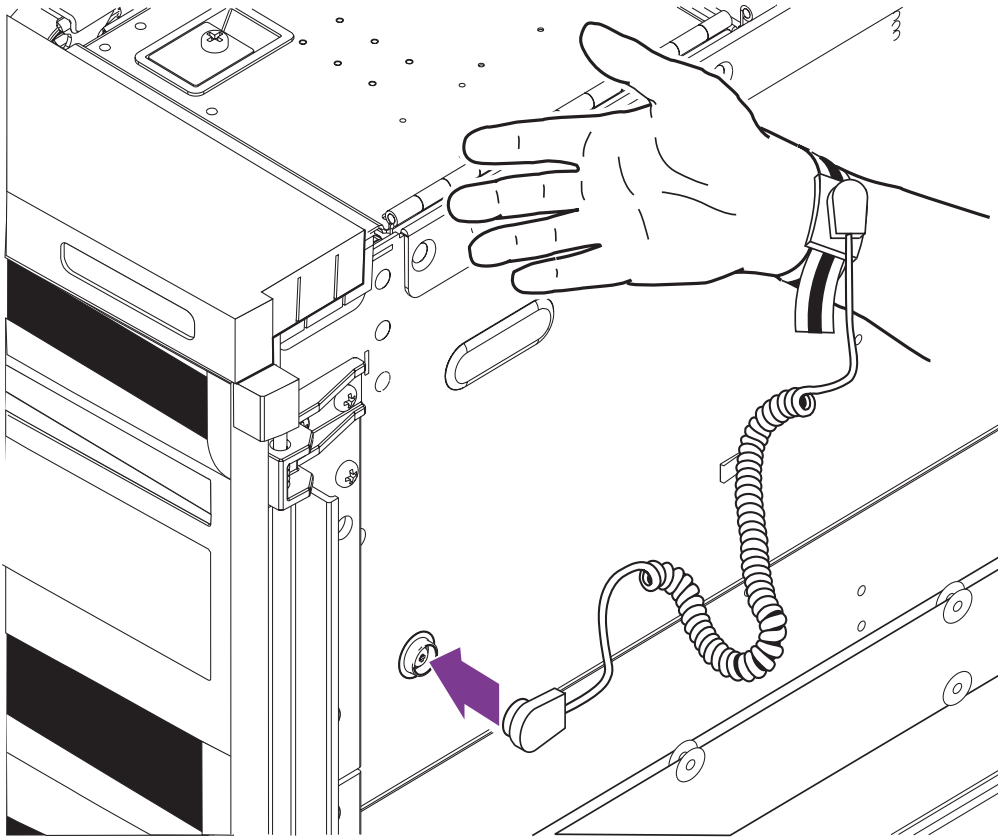
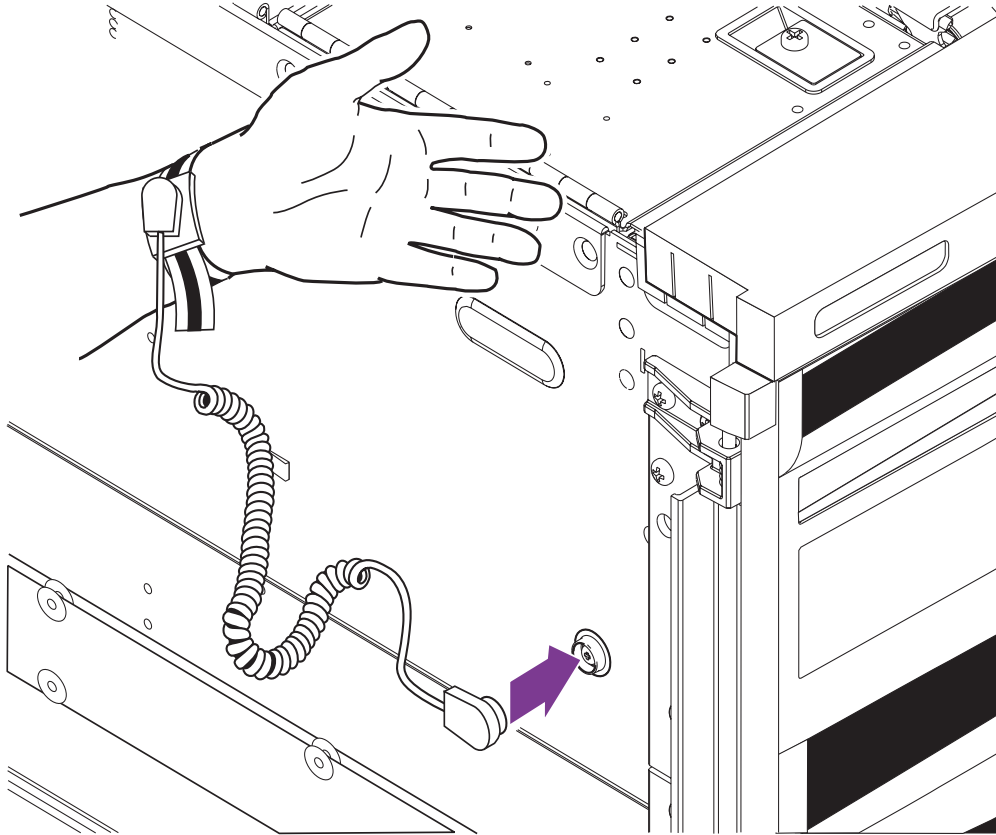

FIGURE 3 Fixation du bracelet – Côté droit
FIGURE 4 Fixation du bracelet antistatique – Côté gauche
- **Pour fixer le bracelet antistatique au châssis, reliez le bracelet comme indiqué à la FIGURE 3 ou FIGURE 4.**